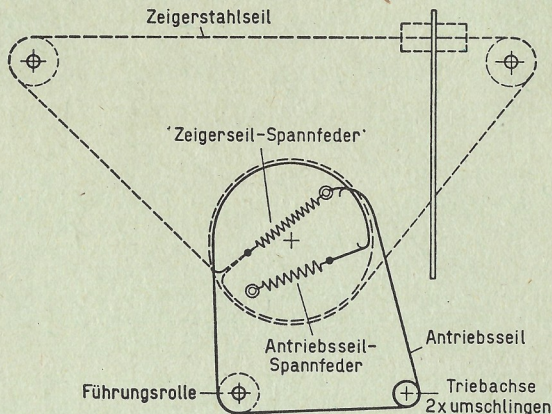

Abb. 3
3. Durch den nun freigewordenen Ausschnitt der Blende schadhaftes Seil entfernen und bei ganz eingedrehtem Drehkondensator neues nach Abb. 3 einziehen: